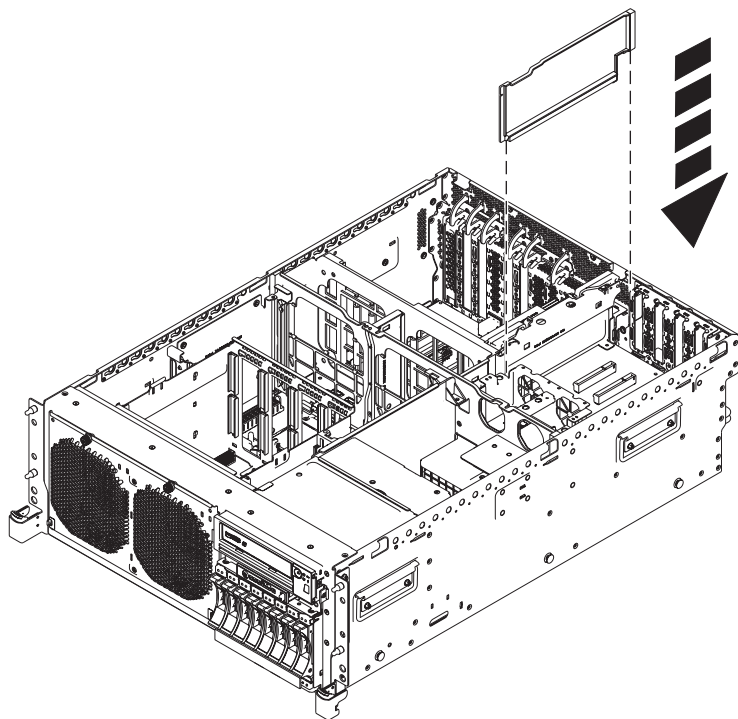

Figura 42. Instal·lació d'un deflector de la targeta d'expansió en una unitat del sistema muntada en bastidor
16. Si no teniu la intenció d'instal·lar una altra targeta d'expansió en la ranura desocupada, inseriu un deflactor d'aire de plàstic negre, com es mostra a la Figura 42 a la pàgina 52.